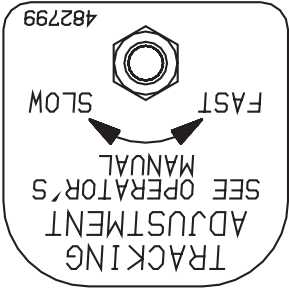

Figura 11. Ajuste de alineación
3. Si la máquina se tira a un lado. Detenga el cortacésped colocando las palancas de control de dirección en la posición neutral. Usando la llave de ajuste ubicada en el lado izquierdo de la máquina, gire la tuerca de ajuste de alineación del lado más lento contra el sentido de las agujas del reloj hasta que la máquina se alinee derecha. (Vea la Figura 11, Página 14).